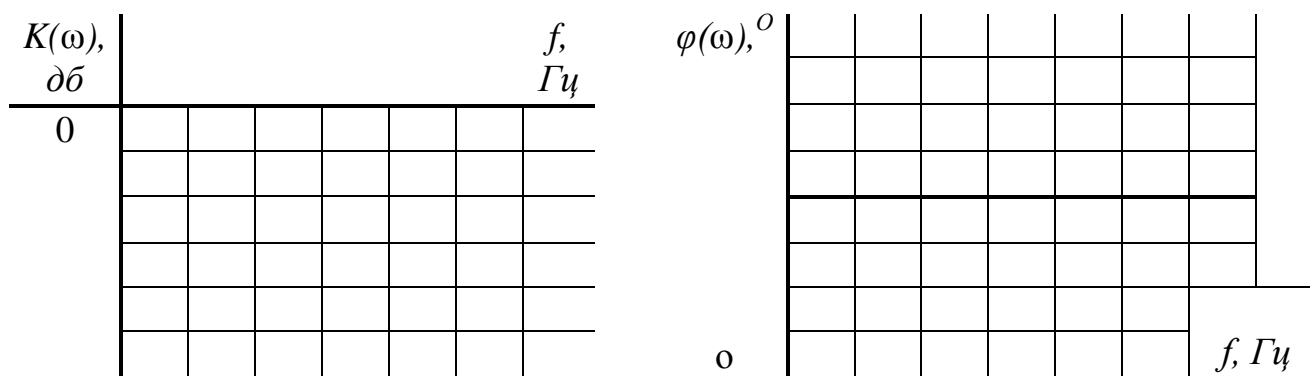

Рисунок 6.5 – Графіки амплітудно-частотної (а) та фазо – частотної (б) характеристик фільтра високої частоти
4. Зменшуючи частоту до 200 Гц побудуйте амплітудно-частотну ($K(\omega) = \frac{1}{\sqrt{1+1/\omega^2 R^2 C^2}}$) та фазо – частотну ($\varphi(\omega) = \arctg \frac{1}{\omega RC}$) характеристики RC-фільтра (табл. 6.2, рис. 6.5).